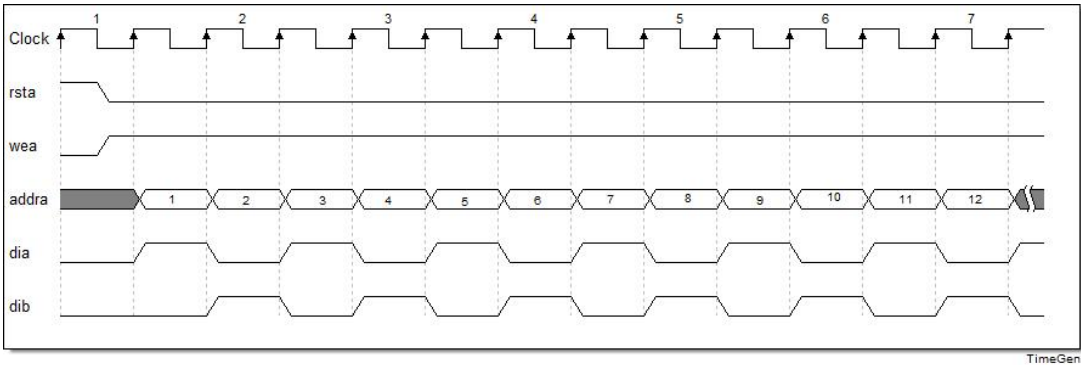

图 22 单口模式时序参考图
1. 单口模式 (Single Port RAM) 时序图，图 22 为根据上述单口模式配置的时序参考图。